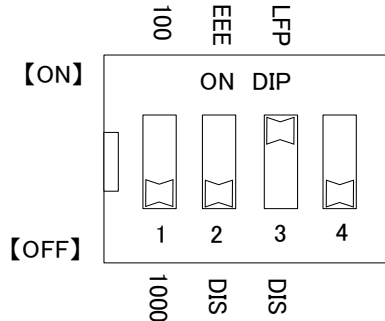

图 5.1 DIP 开关设置
- (1) OPT1 端口：利用单模式光缆，与支持本产品（DMC-1000TL-DC）或者 1000BASE-T 装置连接。
- (2) OPT2 端口：利用多模式光缆，与支持 1000BASE-LX 装置连接。
- (3) 向前方轻拉连接到各端口的光连接器，确认已经接牢。
- (4) 请确认 DIP 开关的设置如图 5.1 所示。（只有引脚 3 ON）